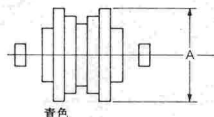
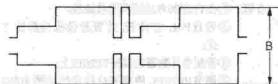

图4
图5
②将系统开关置于“AUTO”位置;
③将示波器两端连接到TP503(HOT)和TP504(GND);
④用跨接线连接TP502-2和GND(地)(磁头放大器电路板);
⑤推入空白磁带,置录像机于记录模式;
⑥调节VR8001(PAL),使色度电平为 32 ± 3 mVp-p,如图4所示;
⑦将3.58NTSC制彩色信号输入录像机;
⑧调节VR801Q(3.58NTSC),使色度电平为 44 ± 3 mVp-p,如图4所示;
⑨将SECAM制彩色信号输入录像机;
⑩置系统开关为“SECAM”方式;
⑪调节VR8003(SECAM),使色度电平为 32 ± 3 mVp-p,如图5所示。